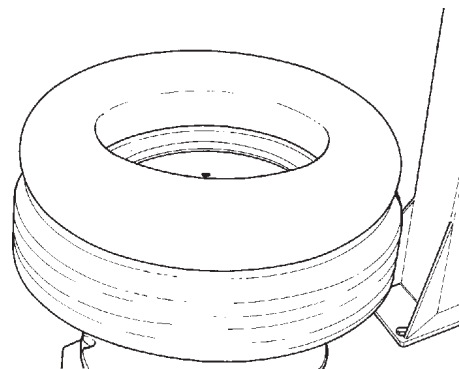

Fig.5.1-1
- B. Confirmer que la mesure est correcte. (Fig.5.1-1).